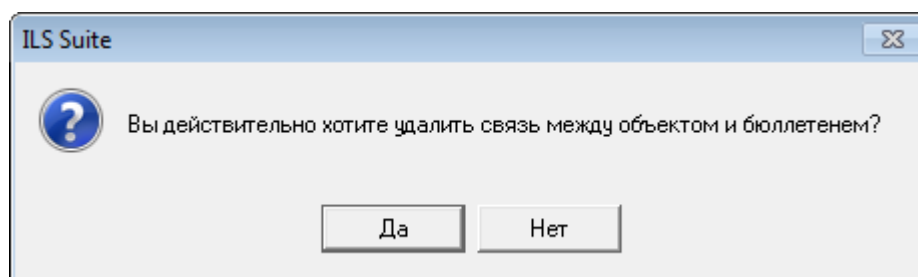

Рис. 13-521 – Диалоговое окно
2) В рабочем окне «Логистическая структура» выбрать компонент, и открыть окно связанных объектов «Бюллетени» для выбранного компонента (рис. 13-521). Для этого нажать кнопку «Бюллетени» панели «Связанные объекты».
3) Выбрать бюллетень в рабочем окне «Бюллетени» (1 на рис. 13-521). Для выделения нескольких бюллетеней используются клавиши CTRL и SHIFT.
4) Удерживая нажатой левую кнопку мыши, переместить выделенный бюллетень в окно связанных объектов «Бюллетени» для выбранного компонента (2 на рис. 13-521). Отпустить левую кнопку мыши – в результате будет установлена связь между бюллетенем и компонентом. Информационное сообщение при этом не выводится.